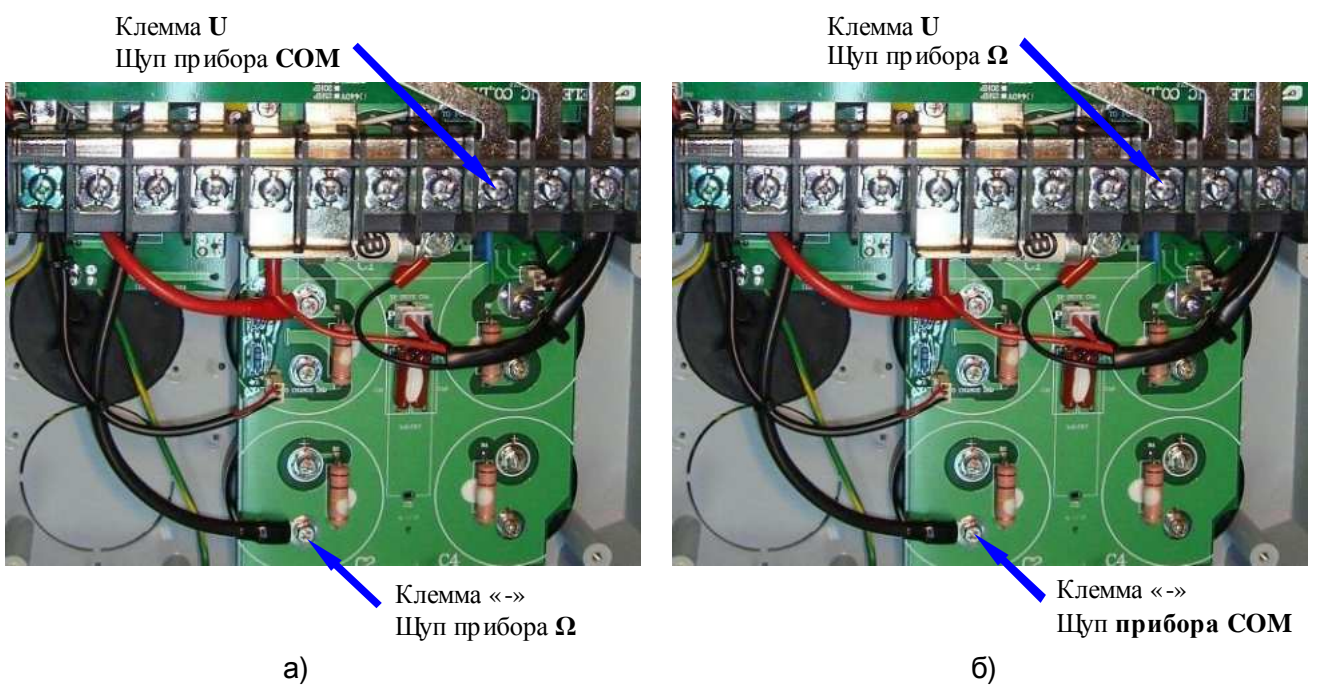

Рис.4.12. Диагностика модуля IGBT относительно клеммы «-».
4.8.4. Аналогично п. 4.8.2 проверить выходные цепи «-»-U, «-»-V, «-»-Wи «-»-PR (защитный диод ключа торможения) в соответствии с рис.4.12.
Расположение клеммы «-» показано на рис.4.12,